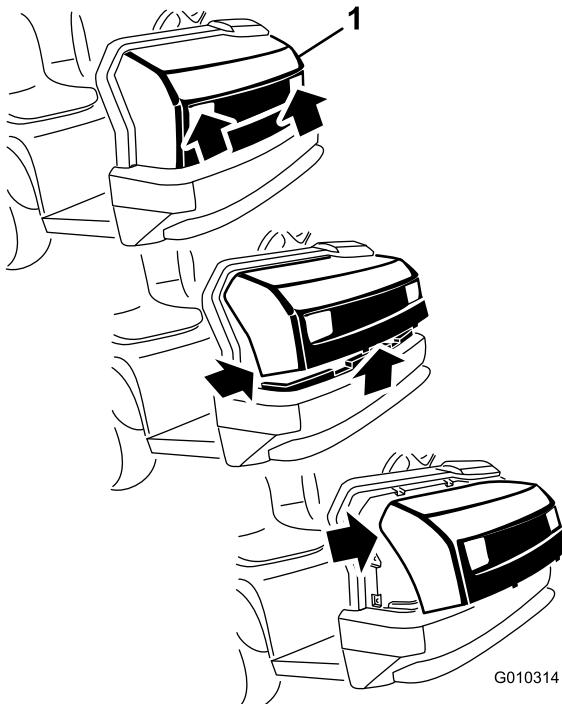

Bild 1
5. Fassen Sie die Motorhaube in den Scheinwerferöffnungen an und heben sie an, um die unteren Befestigungsnasen aus den Rahmenschlitten zu heben (Bild 1).
6. Drehen Sie die Unterseite der Motorhaube nach oben, bis Sie die oberen Befestigungsnasen aus den Rahmenschlitten ziehen können (Bild 1).
7. Drehen Sie die Oberseite der Motorhaube nach vorne und ziehen Sie die Kabelanschlüsse von den Scheinwerfern ab (Bild 1).